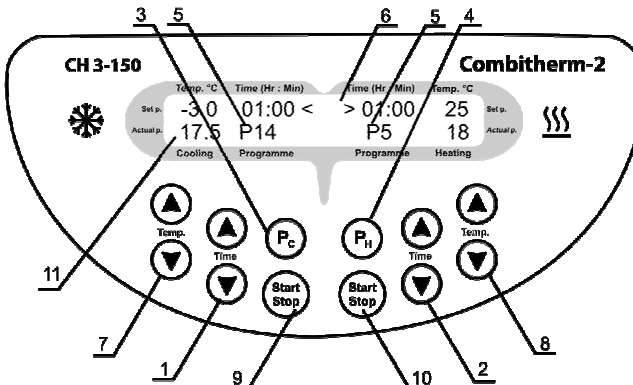

Abb. 1 Steuerung
- aktuelle Temperatur der Heiz-/Kühlblocks (Abb. 1/11) und Programmnummer (Abb. 1/5) in der unteren Zeile (Tatsächliche p).
Wählen Sie die gewünschte Programmnummer aus (Abb. 1/5), indem Sie für einen Kühlblock auf die PC-Programmiertaste (Abb. 1/3) (benutzen Sie zur Einstellung die Tasten auf der linken Seite der Tastatur) oder für einen Heizblock auf die PH-Programmiertaste drücken (Abb. 1/4) (benutzen Sie zur Einstellung die Tasten auf der rechten Seite der Tastatur).
Drücken Sie auf die PC- oder PH-Programmiertaste, um in den Programmiermodus zu gelangen, und halten Sie die Taste 4 Sek gedrückt, bis auf dem Display das Symbol > oder < erscheint (Abb. 1/6). Wenn 4 Sek lang keine Taste gedrückt wird, wird der Programmiermodus ausgeschaltet.
Benutzen Sie die Tasten ▲ und ▼ Temp. (Abb. 1/7 oder 1/8), um die gewünschte Temperatur einzustellen (Kühlschrittweite beträgt 0,1°C, Heizschrittweite beträgt 1°C). Benutzen Sie die Temperatureinstellungsanzeigen auf der oberen Zeile des Displays (Einstellungspunkt), um die eingestellten Werte zu steuern. Wenn Sie die Taste drücken und länger als 2 Sek gedrückt halten, wird die Schrittweite erhöht.
Mit den Tasten ▲ und ▼ Time (Zeit) (Abb. 1/1 oder 1/2) können Sie das gewünschte Arbeitszeitintervall in Stunden und Minuten einstellen (Schrittweite beträgt 1 Min). Benutzen Sie die Zeiteinstellungsanzeigen auf der oberen Zeile des Displays (Einstellungspunkt), um die eingestellten Werte zu steuern. Wenn Sie die Taste drücken und länger als 2 Sek gedrückt halten, wird die Schrittweite erhöht.
Drücken Sie ein zweites Mal auf die PC- oder PH-Programmiertaste (Abb. 1/3 oder 1/4), um die Einstellungen zu speichern, oder die Einstellungen werden in 8 Sek automatisch gespeichert.
Wählen Sie das gewünschte Programm durch Drücken der PC- oder PH-Programmirtaste aus (Abb. 1/3 oder 1/4).
- 4.7. Drücken Sie die Taste Start Stop (Abb. 1/9 oder 1/10), um den Timer zu starten. Die Timeranzeige beginnt, das Zeitintervall herunter zu zählen (mit 1 Min Präzision).
Drücken Sie die Taste Start Stop (Abb. 1/9 oder 1/10), um das Signal auszustellen. Durch erneutes Drücken der Taste Start/Stop wird der Timer neu gestartet.